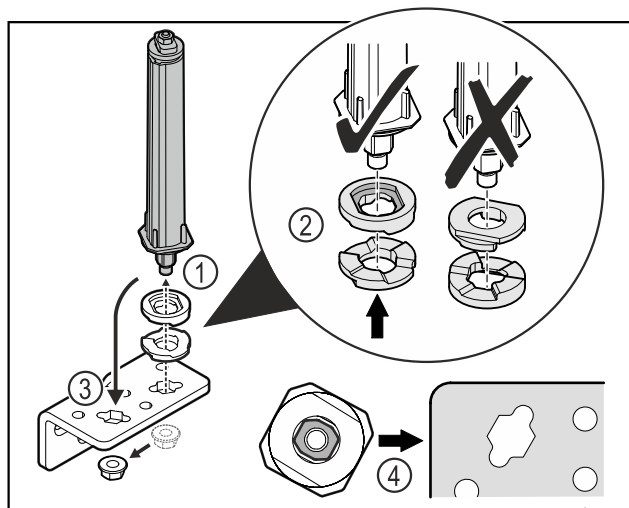

Fig. 51
- Uvoľnite maticu a odstráňte systém zatvárania dverí Fig. 51 (1).
- Dbajte na správne vyrovnanie podložiek na výškové prestavenie Fig. 51 (2).
- Premiestnite systém zatvárania dverí v uholníku závesu a zafixujte ho maticou Fig. 51 (3).
- Dbajte pri nasadzovaní na správne vyrovnanie systému zatvárania dverí Fig. 51 (4).